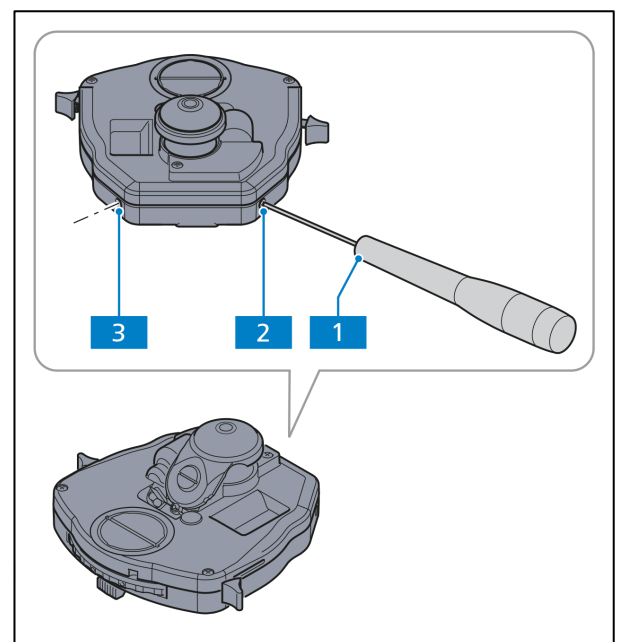
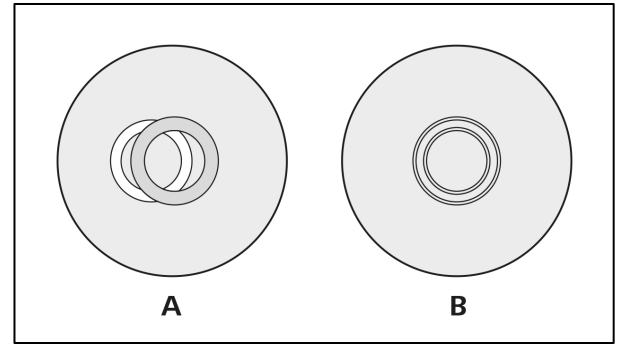

Abb. 4-5 Dunkelfeldblende am Kondensor, achromatisch-aplanatisch 0,9 H D Ph DIC zentrieren
Abb. 4-6 Phasenringblende (hell, im Kondensor) zum Phasenring (dunkel, im Objektiv) zentrieren
(3) Durchlicht-Dunkelfeld einstellen
- Zur Zentrierung der Dunkelfeldblende (nicht bei allen Kondensoren möglich) werden zwei Innensechskantschlüssel (SW 1,5) (Abb. 4-5/1) verwendet, mit denen die beiden Zentrierschrauben bei (Abb. 4-5/2 und 3) so verstellt werden können, dass die Objektivaustrittspupille gleichmäßig dunkel erscheint. Nach dem Zentriervorgang beide Innensechskantschlüssel (SW 1,5) vom Kondensor abnehmen.
(3) Durchlicht-Phasenkontrast einstellen
- Falls die Überdeckung nicht perfekt ist (Abb. 4-6/**A**), muss die helle Ringblende mit zwei Innensechskantschlüsseln (SW 1,5) (Abb. 4-5/**1** und **4**) neu zentriert werden. Die beiden Zentrierschrauben (Abb. 4-5/**2** und **3**) so einstellen, dass eine vollständige Überdeckung mit dem dunklen Phasenring gegeben ist (Abb. 4-6/**B**).
Vollkommener Phasenkontrast entsteht nur dann, wenn sich die helle Ringblende (im Kondensor) und der dunkle Phasenring (im Objektiv) im Beleuchtungsstrahlengang genau überdecken (Abb. 4-6/**B**).